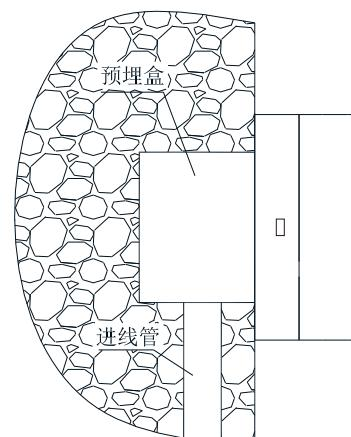
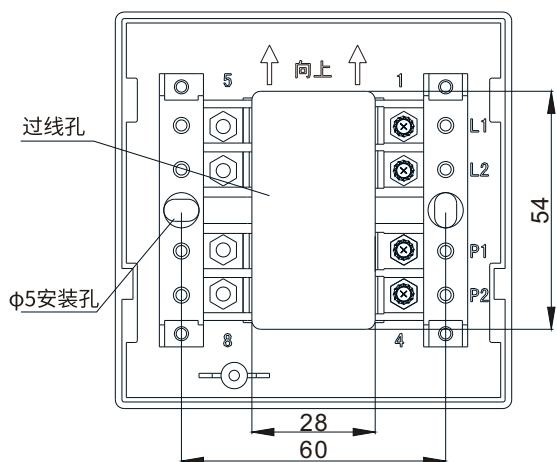

图2 进线管暗装
图3 端子示意图
2.按钮采用暗装方式,只需拔下按钮,从底壳的进线孔中穿入电缆并接在相应端子上,再插好按钮即可安装好(如图2);安装孔距为60mm(参见图3)。
3.按钮端子示意图如图3所示。